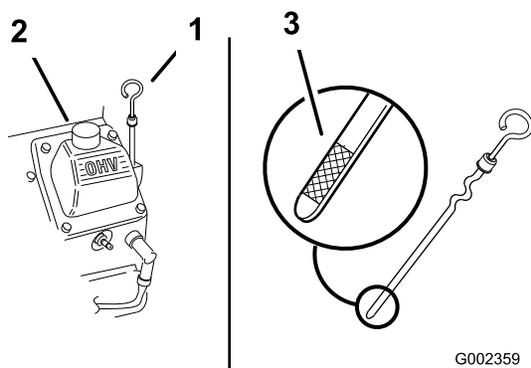

Figura 46
4. Limpie alrededor de la varilla de aceite (Figura 46) para impedir que caiga suciedad por el orificio de llenado y cause daños en el motor.
5. Retire la varilla de aceite y limpie el extremo (Figura 46).
6. Introduzca la varilla a fondo en el tubo de llenado (Figura 46).
7. Vierta lentamente un 80% aproximadamente de la cantidad especificada de aceite por el tubo de llenado (Figura 46).